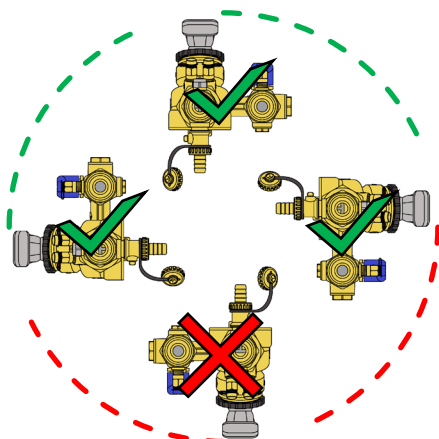

Fig.1
- ⚠ Válvula PICV Evo ~~PICV~~ 93: razones de seguridad eléctrica, si la válvula está equipada con un actuador, sólo se puede instalar en una posición entre vertical y horizontal. Se debe evitar la instalación en posición invertida (**Fig.1**);